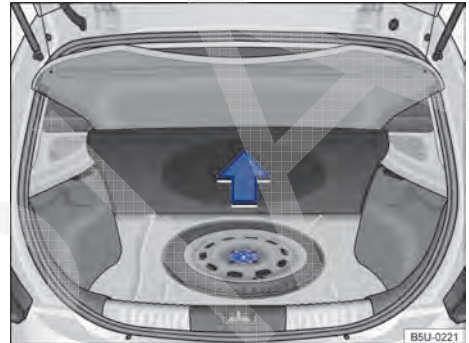

Fig. 160 No compartimento de bagagem, sob o revestimento de assoalho: roda de emergência e ferramentas de bordo.
As ferramentas de bordo e a roda de emergência estão localizadas no compartimento de bagagem, sob o revestimento do assoalho → **Fig. 160**.
- Levantar o revestimento do compartimento de bagagem → **Fig. 160**.